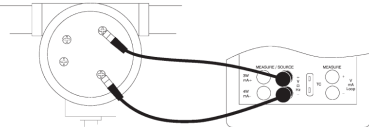

Abb. 14. Anschluss für den Ausgang von RTD-Sensoren
3. Den Kalibrator an das Instrument anschließen, das getestet werden soll (siehe Abb. 14).